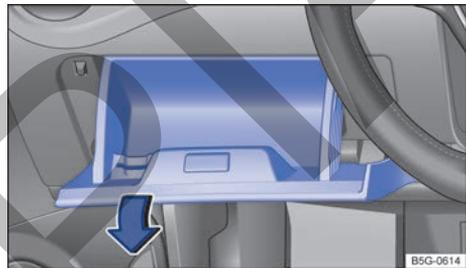

Fig. 200 Tapa de la caja de fusibles del tablero de instrumentos: vehículos con el volante a la izquierda, a la izquierda junto al volante.
- Abra el portaobjetos del lado del conductor y, dado el caso, vacíelo → fig. 200.